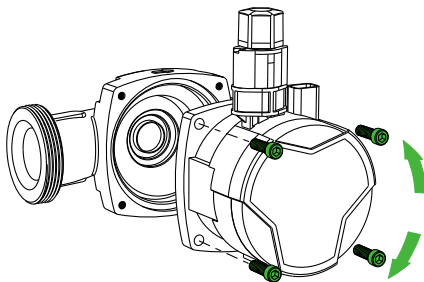

Рис.6 Виты крепления статора.
2) Открутить винты крепления статора к чугунному основанию насоса, используя 6-ти гранный ключ (см. Рис.6).